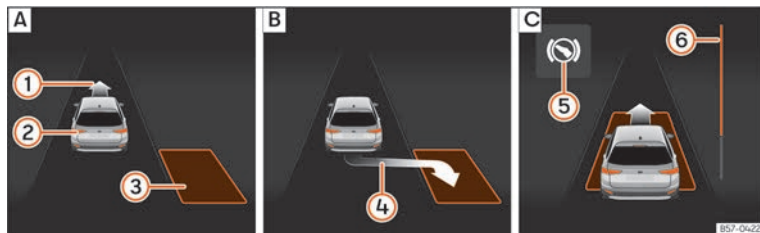
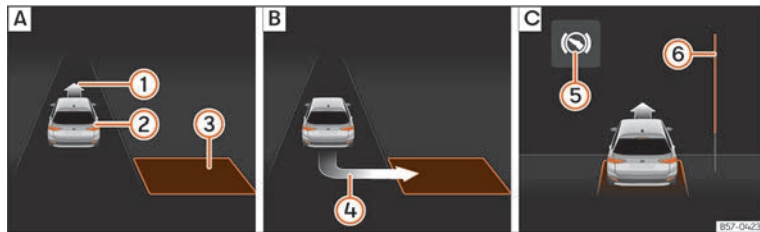

Fig. 126 En la pantalla del del cuadro de instrumentos: aparcar en línea. **[A]**: Buscar un hueco de aparcamiento. **[B]**: Posición para aparcar. **[C]**: Maniobrar.
Fig. 127 En la pantalla del del cuadro de instrumentos: aparcar en batería. **[A]**: Buscar un hueco de aparcamiento. **[B]**: Posición para aparcar. **[C]**: Maniobrar.
posición correcta para aparcar >>> **fig. 126 [B]** o >>> **fig. 127 [B]**. El hueco habrá sido considerado "apropiado" si en la pantalla del cuadro de instrumentos aparece la indicación de aparcar **④**.
• Retroceda hasta que suene la señal continua del ParkPilot; **O BIEN:** retroceda hasta que en la pantalla del cuadro de instrumentos aparezca la indicación de dar marcha adelante >>> fig. 126 [C] o >>> fig. 127 [C]; **O BIEN:** retroceda hasta que en la pantalla del cuadro de instrumentos aparezca el mensaje **Park Assist finalizado**. La barra de progreso ⑥ indica la distancia que hay que recorrer.
• Pise el pedal del freno hasta que el sistema de aparcamiento asistido termine de realizar los giros del volante; **O BIEN:** hasta que se apague el símbolo ⑤ en la pantalla del cuadro de instrumentos.
• Dé marcha adelante hasta que suene la señal continua del ParkPilot; **O BIEN:** dé marcha adelante hasta que en la pantalla del cuadro de instrumentos aparezca la indicación de dar marcha atrás. El sistema de aparcamiento asistido dirige el vehículo marcha adelante y marcha atrás hasta centrarlo en el hueco >>> fig. 126 [C] o >>> fig. 127 [C].
La barra de progreso >>> fig. 126 ⑥ y >>> fig. 127 ⑥ muestra simbólicamente en la pantalla del cuadro de instrumentos la distancia relativa que aún queda por recorrer. Cuanto mayor es la distancia, más llena está la barra de progreso. Al circular marcha adelante, el contenido de la barra de progreso disminuye hacia arriba, y al circular marcha atrás, disminuye hacia abajo.